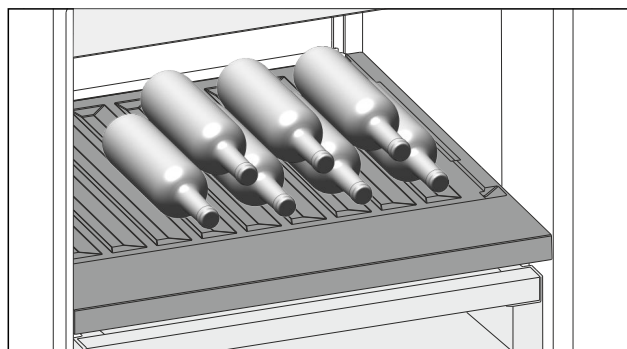

Fig. 108
- ▶ 将瓶底向后对着后壁放入瓶子。 (参见 Fig. 108)